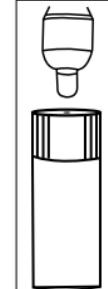

Figure 3B
3. Platzieren Sie die Sondenspitze, wie in Abbildung 3B gezeigt, nicht länger als 3 Sekunden in der Nähe des kleinen Lochs (3 - 4 mm) der Prüphiole, bis ein akustischer Alarm ausgelöst wird. Dies ist ein Hinweis darauf, dass das Gerät ordnungsgemäß funktioniert. HINWEIS: Bei